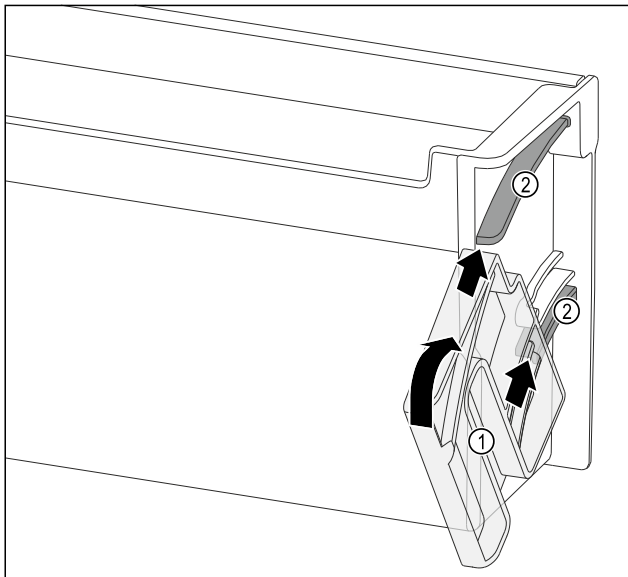

Fig. 100
- Posizionare l'unità di rotazione Fig. 100 (1) in modo che gli incavi si trovino esattamente di fronte ai canali di conduzione Fig. 100 (2) del balconcino controporta.
- Ruotare l'unità di rotazione Fig. 100 (1) nella direzione indicata.